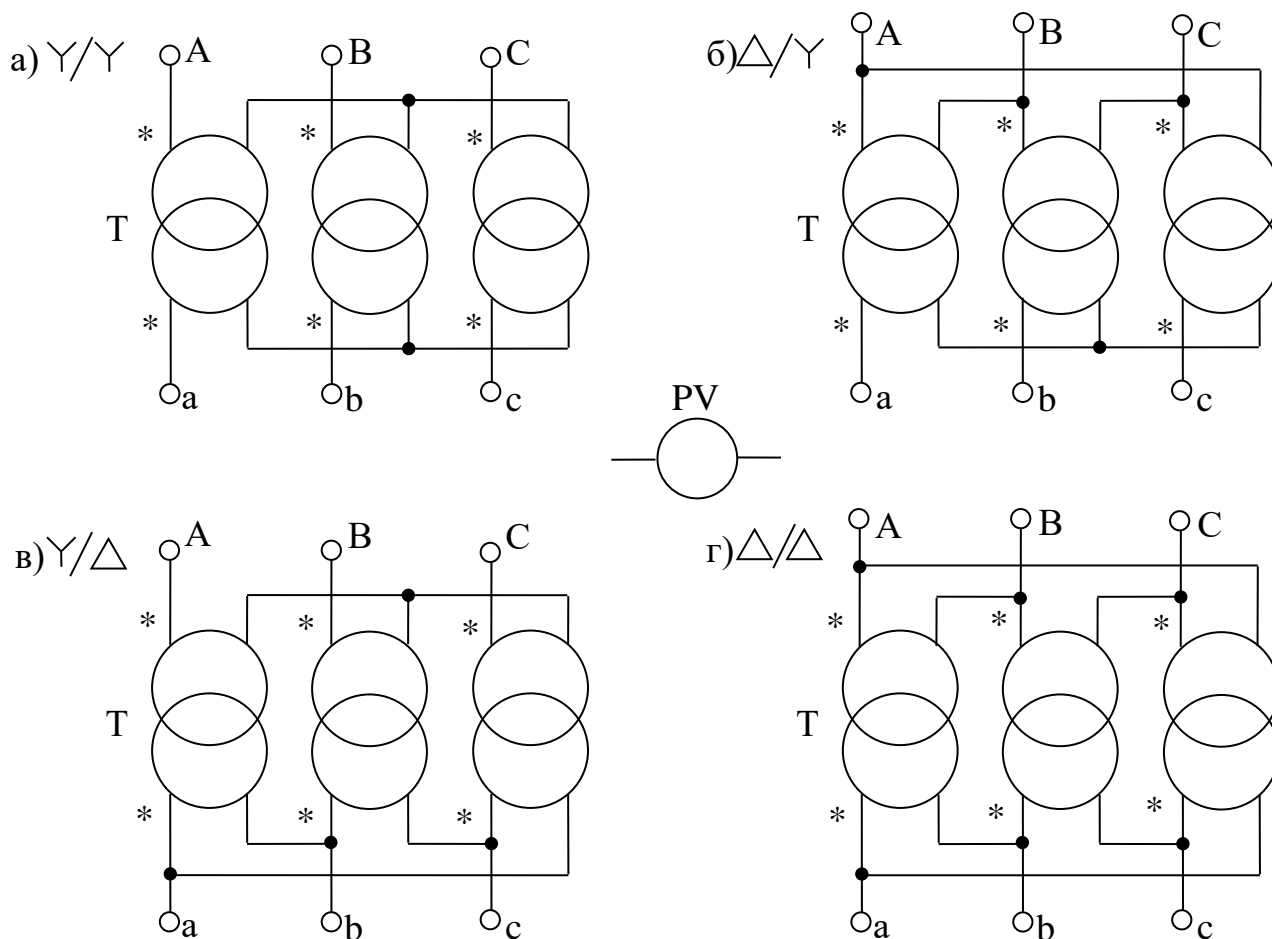

Рисунок 3.1 – Соединения обмоток трехфазного трансформатора:
2. Собрать цепь, соединить обмотки трансформатора «звезда-звезда» (см. рисунок 3.1.а). Включить трансформатор в сеть и вольтметром PV проверить симметричность линейных напряжений:
3. Поочередно соединяя обмотки по заданным схемам (см. рисунок 3.1. а-г), измерить линейные и фазные напряжения в первичной и вторичной системах. Результаты опытов занести в таблицу 3.1.